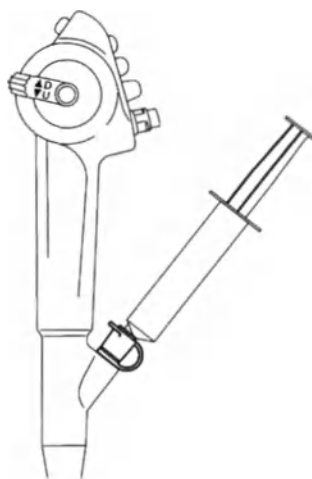

Рис. 7.37
2. Поместите дистальный конец эндоскопа в чистый контейнер и подсоедините шприц, заполненный стерильной водой, к клапану входного отверстия, как показано на Рис. 7.37.